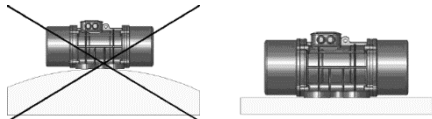

图 1 振动电机安装表面
3、振动电机的安装表面如图 1 必须坚固、平整；安装表面的平面度应低于 0.25mm （这样，在拧紧安装螺栓时，可使振动电机壳体产生的内应力最小），该平板不应有气孔、裂纹；安装表面不小于振动电机底脚面；应避免在安装表面区域进行焊接，否则会影响振动电机安装表面的平面度。